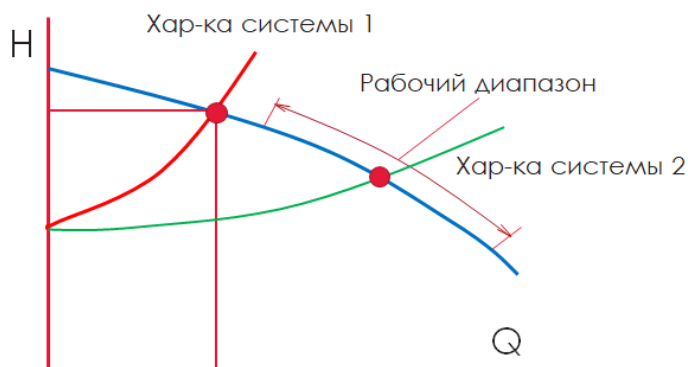

Рис.3. Смещение рабочей точки за счет уменьшения сопротивления системы.
1. Уменьшить сопротивление системы. Было «Хар-ка системы 1» стало «Хар-ка системы 2», рис.3. Возможно задвижка на напорной линии неисправна или не полностью открыта. Засорение трубопровода. Трубопровод имеет малый диаметр и, следовательно, повышенное сопротивление. Большое количество местных сопротивлений (изгибов поворотов, переходов с одного диаметра на другой и т.д.).